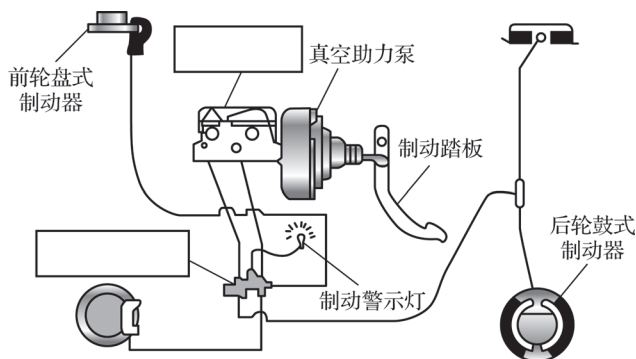

图 1-5 汽车制动系统
**问题 9. 制动系统的作用是什么？并将图 1-5 空白处补充完整。**